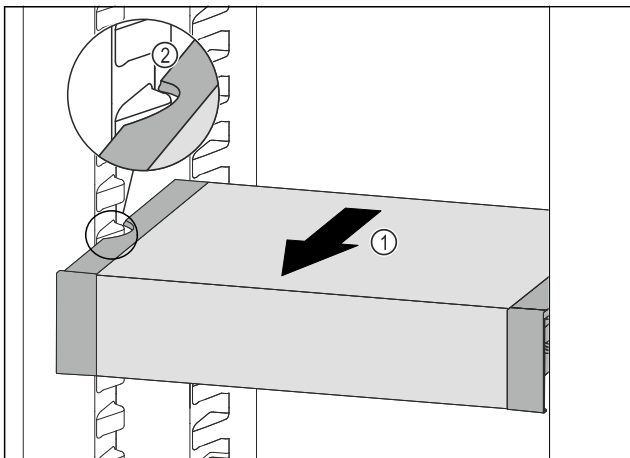

Fig. 164
- ▶ Вытягивайте VarioSafe вперед Fig. 164 (1), пока боковые выемки VarioSafe не окажутся на высоте выступа резервуара в холодильном отделении. Fig. 164 (2)